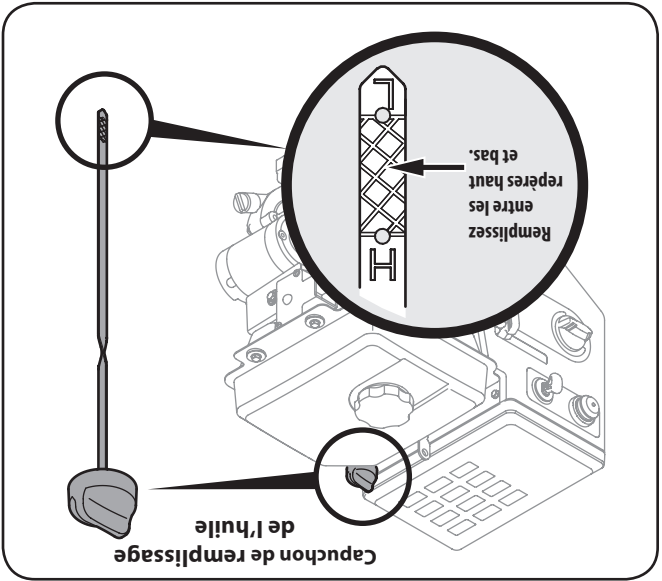

Figure 3-2
4. Desserrez et enlevez le capuchon/jauge de la goulotte de remplissage de l'huile. Prenez note de le niveau de l'huile, si le niveau d'huile est en bas de le repère bas (L), ajoutez lentement de l'huile jusqu'à ce que le niveau se trouve à le repère haut (H). Voir la Figure 3-2 ou 3-3, selon celui qui s'applique.
- Maintenir le niveau d'huile entre les repères haut (H) et bas (L) de la jauge à huile ou à la limite de débordement dans le cas d'un moteur sans jauge à huile. Voir la Figure 3-2.
1. Enlevez le capuchon de remplissage de l'huile et essuyez la jauge à huile. Voir la Fig. 3-2.
3. Enlevez le capuchon de remplissage de l'huile. Si le niveau d'huile est bas, ajoutez lentement de l'huile jusqu'à ce que le niveau d'huile soit entre les repères haut (H) et le bas (L). Voir la Fig. 3-2.